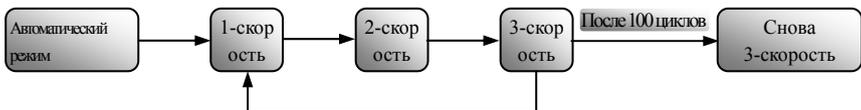

Рис. 6-1 Автоматический трехскоростной режим регулировки скорости
- Например:  $F211=3$  – трёхскоростной автоматический режим;  $F212=100$  – 100 циклов автоматического выполнения трехскоростного режима;  $F213=1$  - преобразователь после выполнения 100 циклов продолжит работу на третьей скорости Рис.6-1. Остановка преобразователя производится панелью управления или терминалом управления.